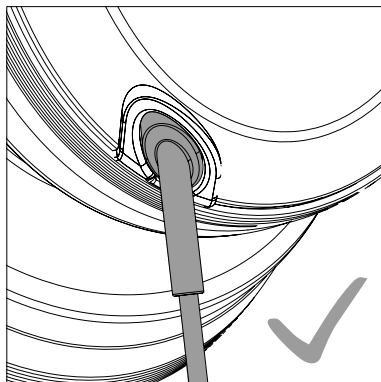

Abb. 3
- Führen Sie die Stecker soweit ein, bis diese eingeklinket sind und das Steckergehäuse bündig mit der Hörmuschel abschließt (Abb. 3).